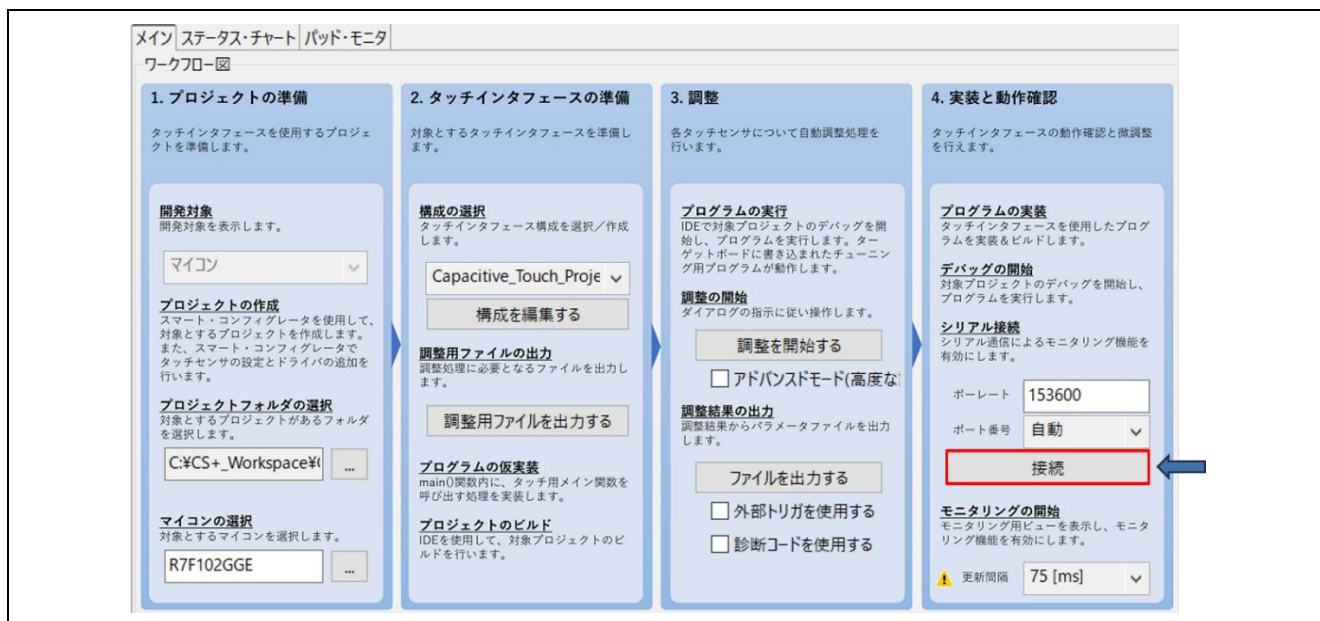

図 8-43 シリアル接続
3. [接続]をクリックして、ターゲットボードとシリアル接続します。図 8-43 の赤枠内の表示が[接続]から[切断]に切り替わります。